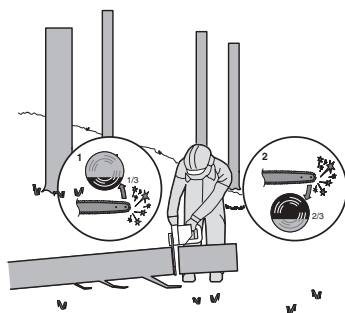

Bild 4
När stocken stötts i ena änden, så som visas på bild 4, såga in 1/3 diameter från undersidan (kapning från undersidan) (1). Avsluta med att kapa från ovsidan för att möta det första snittet (2).